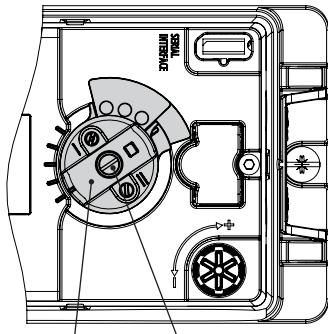
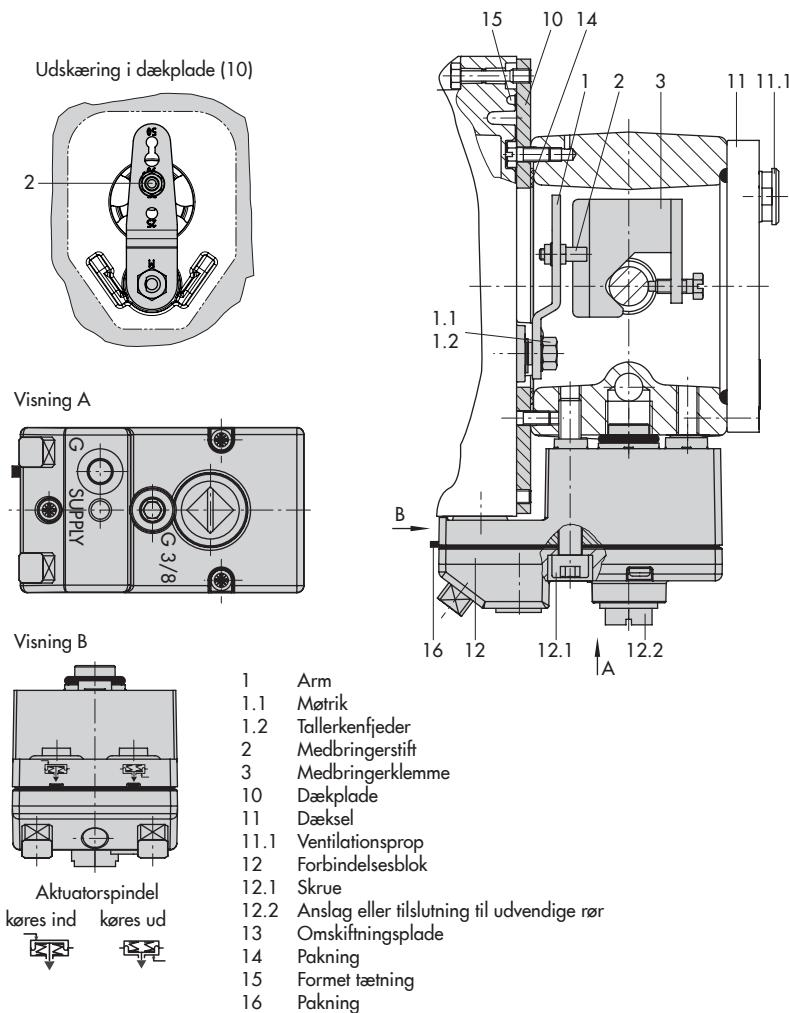

Fig. 5-5: Akselspærring
Fig. 5-9: Direkte montering – Signaltryk-forbindelse til type 3277 aktuator med 175 til 750 cm²
- Drej ikke grebet på positionerens aksel med låseskruen. Drej kun drejegrebet med hånden (se Fig. 5-5).
5. Kontrollér medbringerstiftens (2) stiftposition på armen M (1). Se monteringsmåden i vandringstabellerne Om nødvendigt skal du ændre stiftpositionen (se afsnit 5.4).
6. Sæt den formede tætning (15) ind i udsparingen i positionerens hus (10.1) bag på huset.
7. Placér positioneren på dækpladen (10) sådan, at medbringerstiften (2) hviler imod toppen af medbringerklemmen (3). Justér armen (1) tilsvarende, og åbn positionerens dæksel for at holde positionerens aksel i position ved akselspærringen (Fig. 5-5). Armen (1) skal være trykket imod medbringerklemmen med fjederkraft. Fastgør positioneren på dækpladen (10) med de to spændeskruer.
8. Montér dækslet (11) i den anden side. Kontrollér, at ventilationsproppen vender nedad, når reguleringsventilen installeres, så ansamlet kondensvand kan ledes væk.
- Aktuatorer med 175 til 750 cm² (Fig. 5-9)
2. Sæt medbringerklemmen (3) på aktuatortorspindlen, ret den til og spænd, så monteringsskruen sidder i udsparingen på aktuatortorspindlen.
3. Montér dækpladen (10) med udskærings smalle side (Fig. 5-9 mod venstre) pegende imod signaltryk-forbindelsen. Kontrollér, at pakningen (14) vender mod aktuatordelen.
4. Kontrollér medbringerstiftens (2) stiftposition på armen M (1). Se monteringsmåden i vandingstabellerne Om nødvendigt skal du ændre stiftpositionen (se afsnit 5.4).
5. Sæt den formede tætning (15) ind i udsparingen på positionerens hus.
6. Placér positioneren på dækpladen sådan, at medbringerstiften (2) hviler imod toppen af medbringerklemmen (3). Justér armen (1) tilsvarende, og åbn positionerens dæksel for at holde positionerens aksel i position ved akselsspærringen (Fig. 5-5). Armen (1) skal være trykket imod medbringerklemmen med fjederkraft.
7. Fastgør positioneren på dækpladen (10) med de to spændeskruer.
8. Kontrollér, at spidsen af pakningen (16), der rager frem i siden med forbindelsesblokken er placeret ud for aktuator-symbolet for aktuator fejsikker handling "aktuatorspindel køres ud" eller "aktuatorspindel køres ind". Hvis ikke, skal du skrue de tre spændeskruer ud, og tage dækslet af. Drej pakningen (16) 180°, og sæt den i igen.
9. Sæt forbindelsesblokken (12) med de tilhørende tætninger imod positioneren og aktuatordelen, og spænd med skruen (12.1). Ved aktuatorer med fejsikker handling "aktuatorspindel køres ind" skal du endvidere fjerne anslaget (12.2) og montere det udvendige signaltryks-rør.